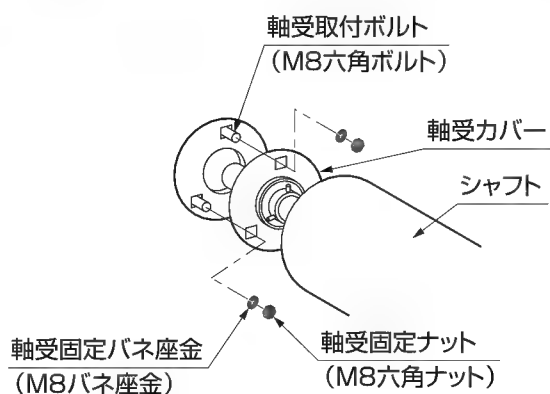

図2-4
- ③ ブラケットに溶接している「軸受取付けボルト」に軸受カバーを取付けて、「軸受固定バネ座金」と「軸受固定ナット」を仮止めしてください。(図2-4参照)
- ⑤ 「軸受固定ナット」を締付けて、軸受けを固定してください。(図2-4参照)